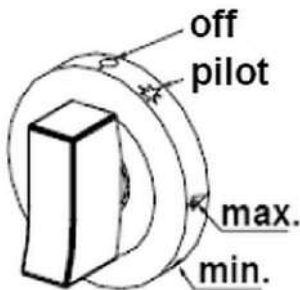

Abb. 8
2. Drehen Sie den Gasregler (7, Abb. 1) auf die AUS-Einstellmarkierung **O** („off“, Abb. 8).
3. Drücken Sie den Gasregler (7).
4. Halten Sie den Gasregler (7) gedrückt und drehen Sie ihn gegen den Uhrzeigersinn auf die Einstellung Wachflamme **★** („Pilot“).